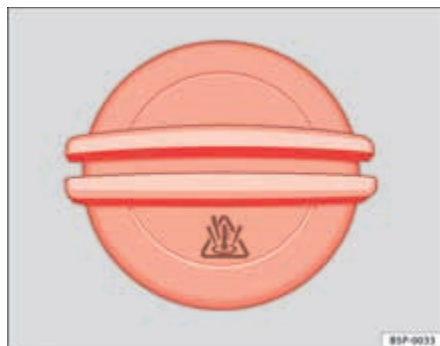

Fig. 169 En el vano motor: Tapón del depósito de expansión del líquido refrigerante.
- El depósito de expansión del líquido refrigerante se reconoce por el símbolo ⚠ del tapón ⇒ fig. 169.